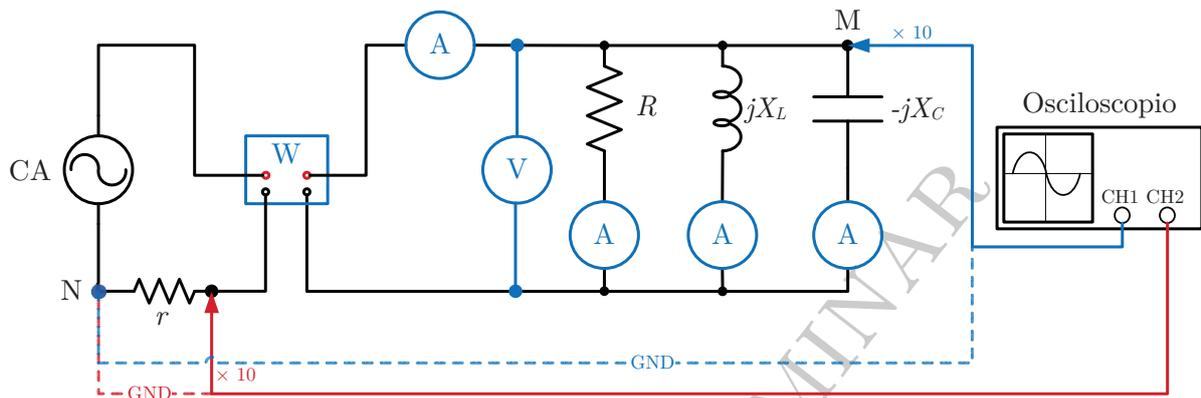

Figura 3: Circuito para la medición de potencia activa y ángulo de desfase utilizando el osciloscopio.
6. Calcular la potencia disipada por cada elemento del circuito de la Figura 3.
1. Armar el circuito mostrado en la Figura 3.
**Tabla 2:** Impedancias de circuito de la Figura 3. Valores en  $\Omega$ .
3. Cuantificar la diferencia relativa entre los valores teóricos de la potencia en el circuito de la Figura 3 y la potencia calculada.